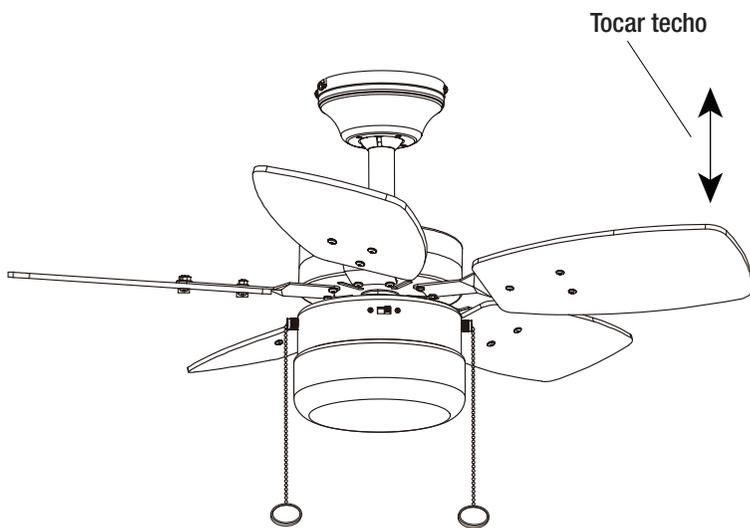

Figura 12
- La mayoría de problemas de bamboleo ocurren cuando los niveles de las aspas son desiguales. Compruebe este nivel seleccionando un punto en el techo sobre la punta de una de las aspas. Mida esta distancia como se muestra en la Figura 12. Gire el ventilador hasta que la siguiente aspa esté ubicada para medición. Repita para cada aspa. Las medidas deben estar dentro de 1/8 pulg (3 mm).